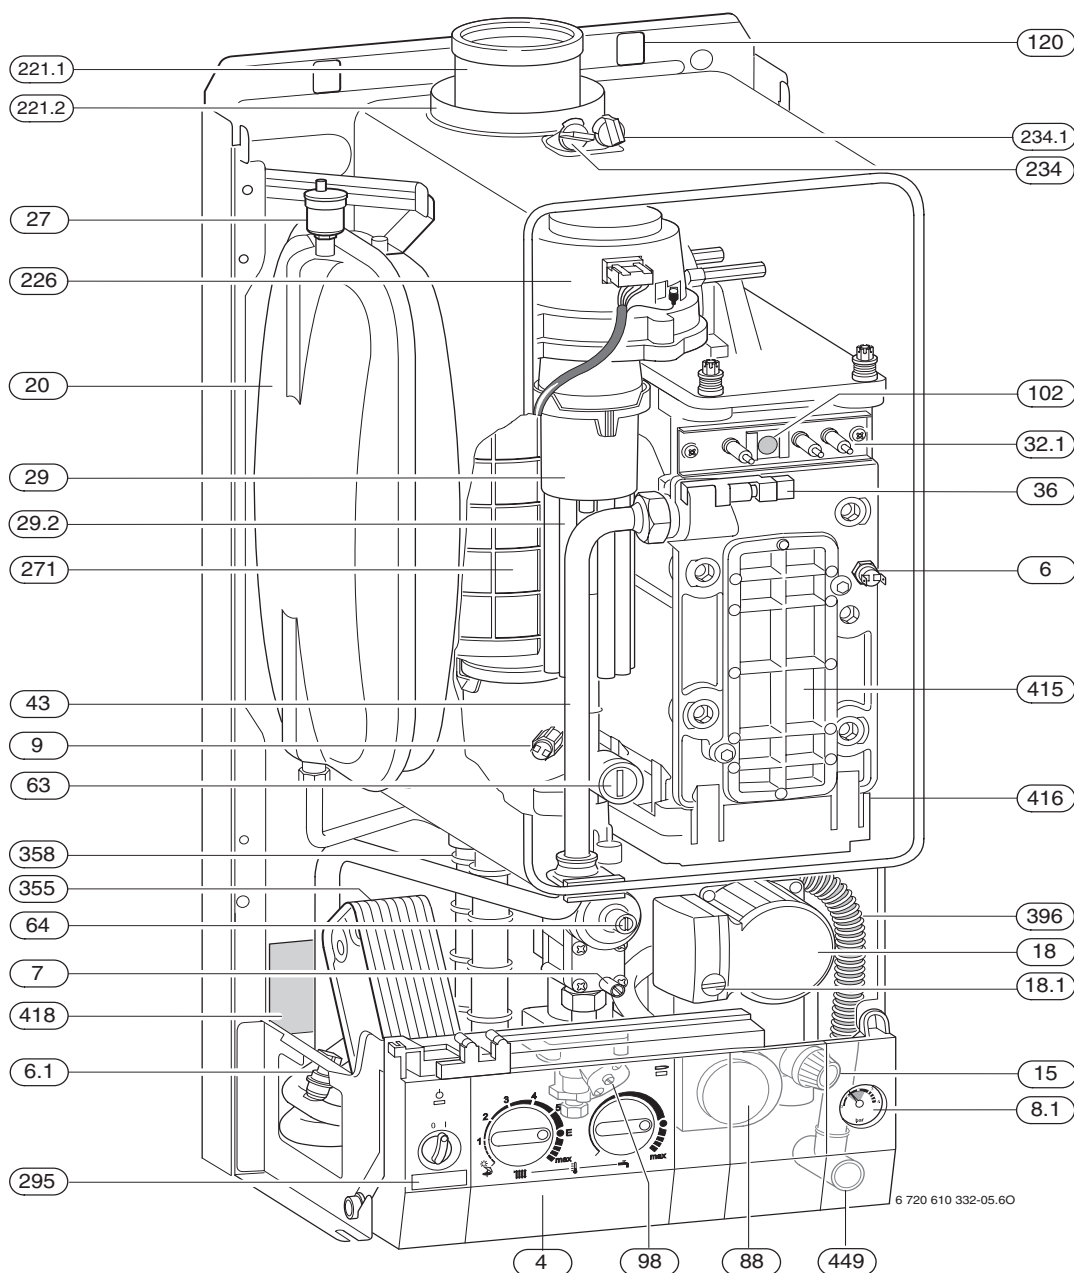

Bild 3
Das Typschild (418) befindet sich links unten an der Rückwand des Gerätes (→ Bild 3).